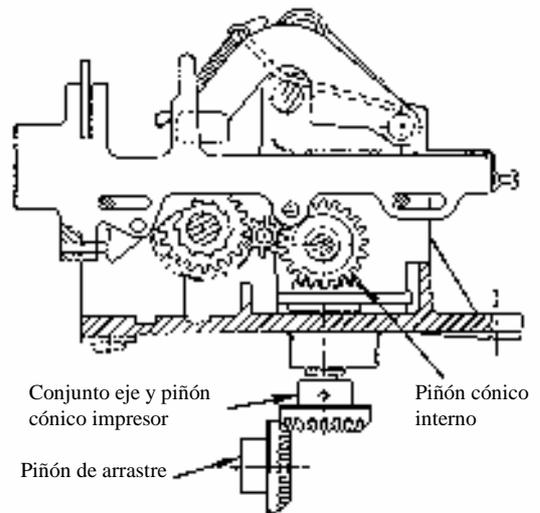

Figura 4. Tren de engranaje (Totalizador)
1. Accionamiento. El eje, Figura 4, en la parte inferior de la impresora, se pone en marcha mediante un piñón cónico de un indicador u otro aparato. El piñón cónico y el conjunto eje giran en sentido contrario a las agujas del reloj. El piñón cónico sobre el eje engrana el acoplamiento asociado a los piñones y al conjunto de piñones del tambor derecho de impresión.